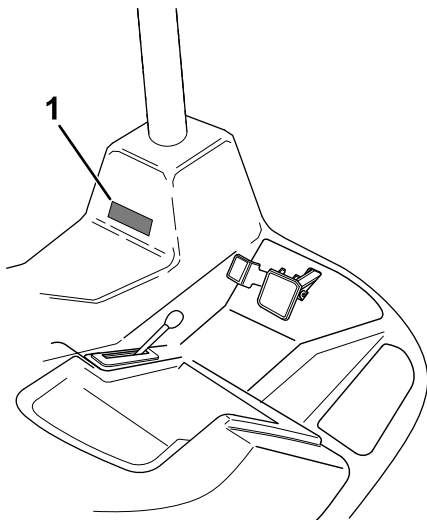

Figura 6
10. Instale la pegatina del sensor de pendientes junto a la pegatina de estabilidad de la máquina en la plataforma del operador (Figura 6).